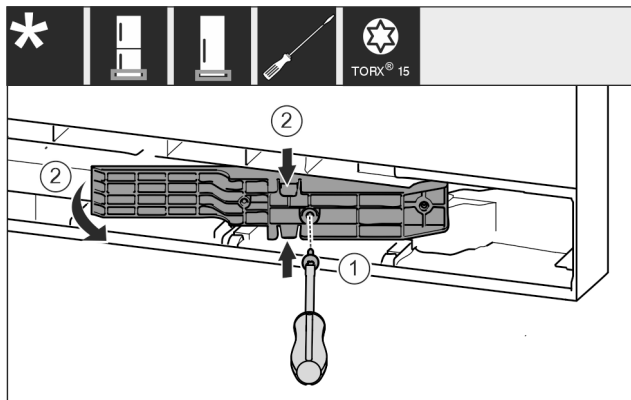

Fig. 8 \*
- ▶ Vabastage kruvid kruvikeerajaga T15. Fig. 8 (1)\*
- ▶ Tõmmake adapterdetail välja. Fig. 8 (2)\*